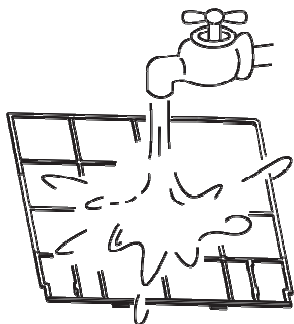

Fig.6-3
- Potrebno je postaviti u suprotni položaj od malopre ukoliko koristite vodu. (Kao na slici Fig 6-3)